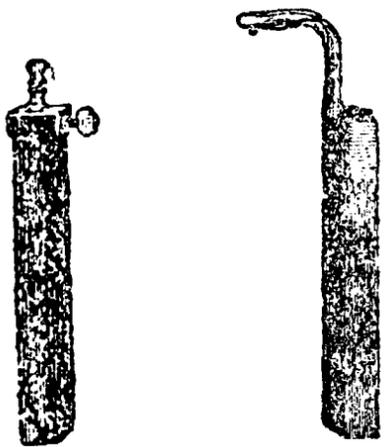

Рис. 131.
4) Кокосовый цилиндръ или брусокъ, который готовится на специальныхъ фабрикахъ и дѣлается изъ прессованнаго каменноугольнаго кокса, прокаленнаго въ безвоздушномъ пространствѣ. Эти коксы бываютъ разныхъ размѣровъ и разной формы, но для нашего дѣла лучше всего имѣть коксъ формой, какая изображена на рис. 131, съ лѣвой стороны; коксъ, изображенный съ правой стороны, съ хвостомъ изъ мѣди, привязанный такъ же мѣдною проволокой, не такъ прак-